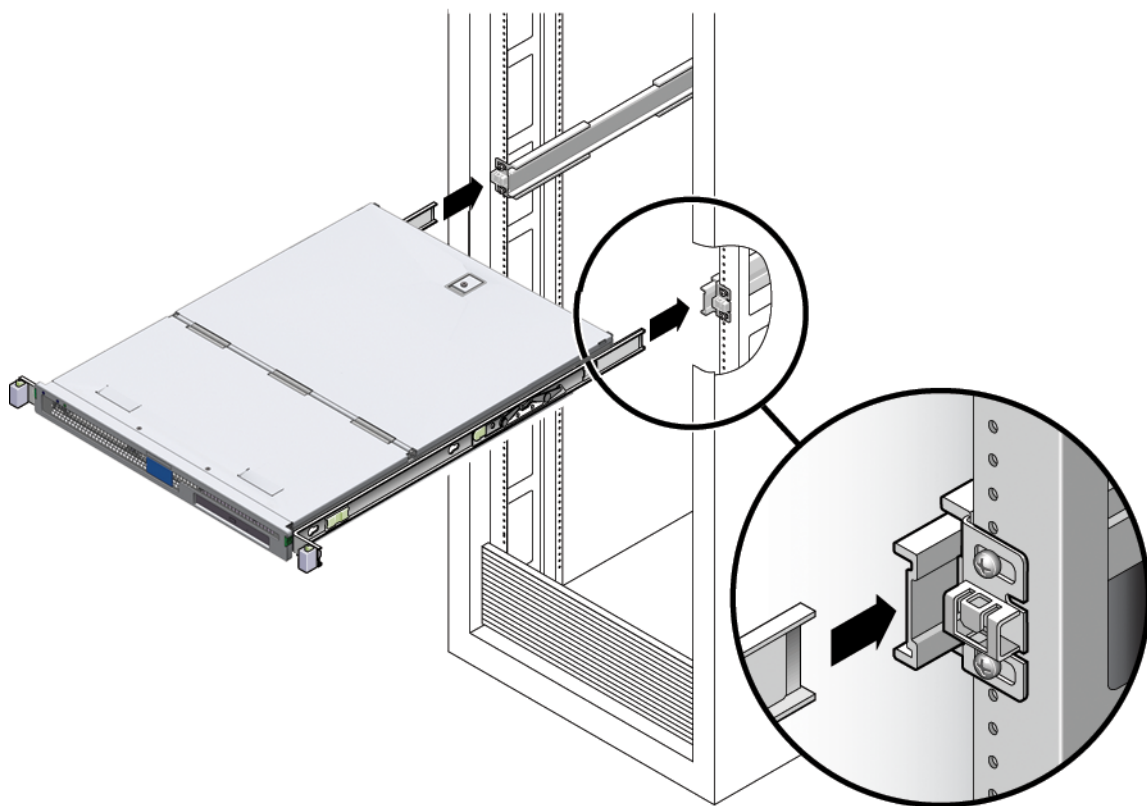

図 2-3 固定部品を取り付けたサーバーのスライドレールへの挿入
2. サーバーを持ち上げて、固定部品の背面側の端と、装置ラックに取り付けられているスライドレール部品の位置を合わせます (図 2-3 参照)。
4. 各固定部品のスライドレールリリースボタンを引きながら、同時にサーバーをラックに押し込みます (図 2-3 を参照)。